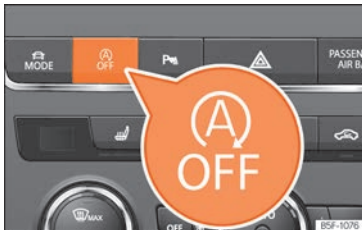

Abb. 262 Mittelkonsole: Systemtaste Start-Stopp.
- Um das Start-Stopp-System manuell aus-/einzuschalten, drücken Sie die Taste  **»» Abb. 262.**